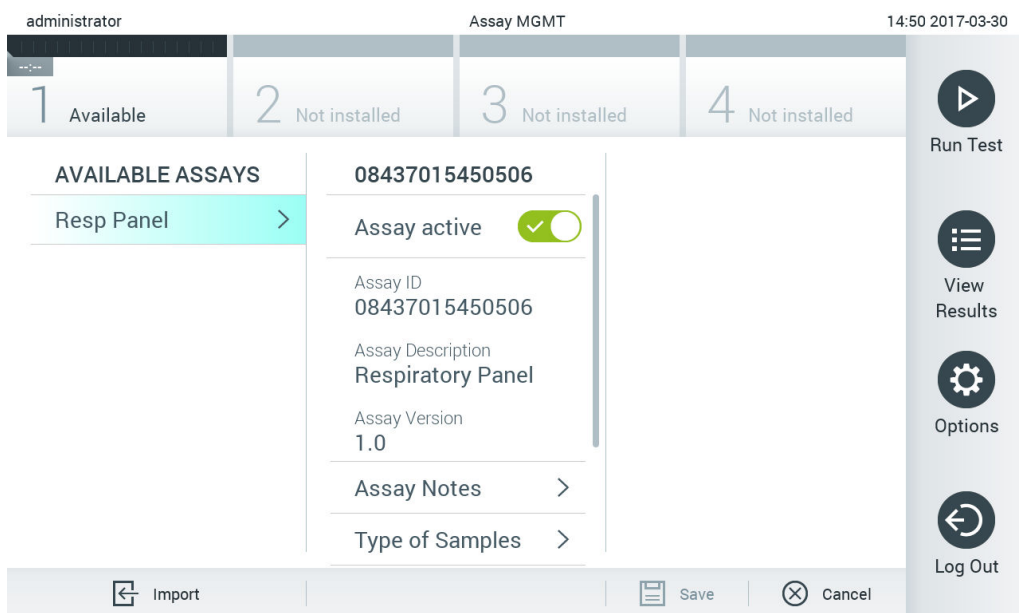

図 65. 利用可能なアッセイを管理。
1. Options (オプション) ボタン、次に Assay Management (アッセイ管理) ボタンを押して、アッセイ管理画面にアクセスします。コンテンツエリアの最初の列に、利用可能なアッセイのリストが表示されます (図 65)。